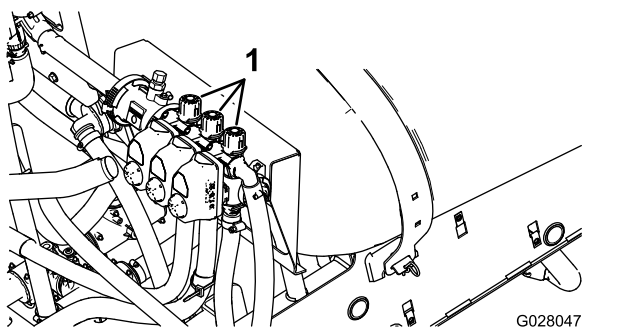

図 21
6. 中央ブームバイパスノブ 図 21 を使って、先ほどと同じ水圧一般的には 2.75Bar = 2.8kg/cm2 = 40psi に調整する。
2. 左ブームを OFF にし、ブームバイパスノブ 図 21 を使って、先ほどと同じ水圧一般的には 2.75Bar = 2.8kg/cm2 = 40psi に調整する。
4. 右ブームバイパスノブ 図 21 を使って、先ほどと同じ水圧一般的には 2.75Bar = 2.8kg/cm2 = 40psi に調整する。